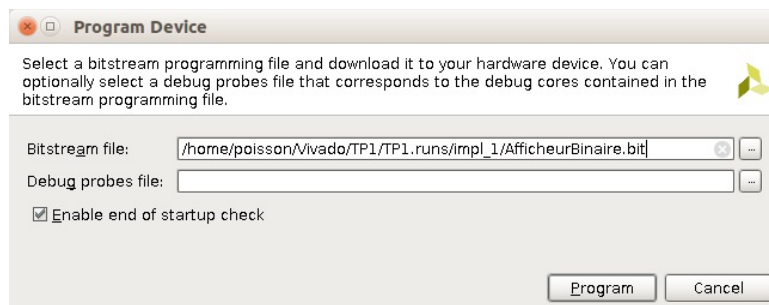

Figure 13: Copie écran - Sélection du fichier à transférer sur la cible.
7. Lancer le Program Device, une fenêtre vous demande alors de sélectionner le fichier que vous souhaitez transférer sur la carte (figure 13).